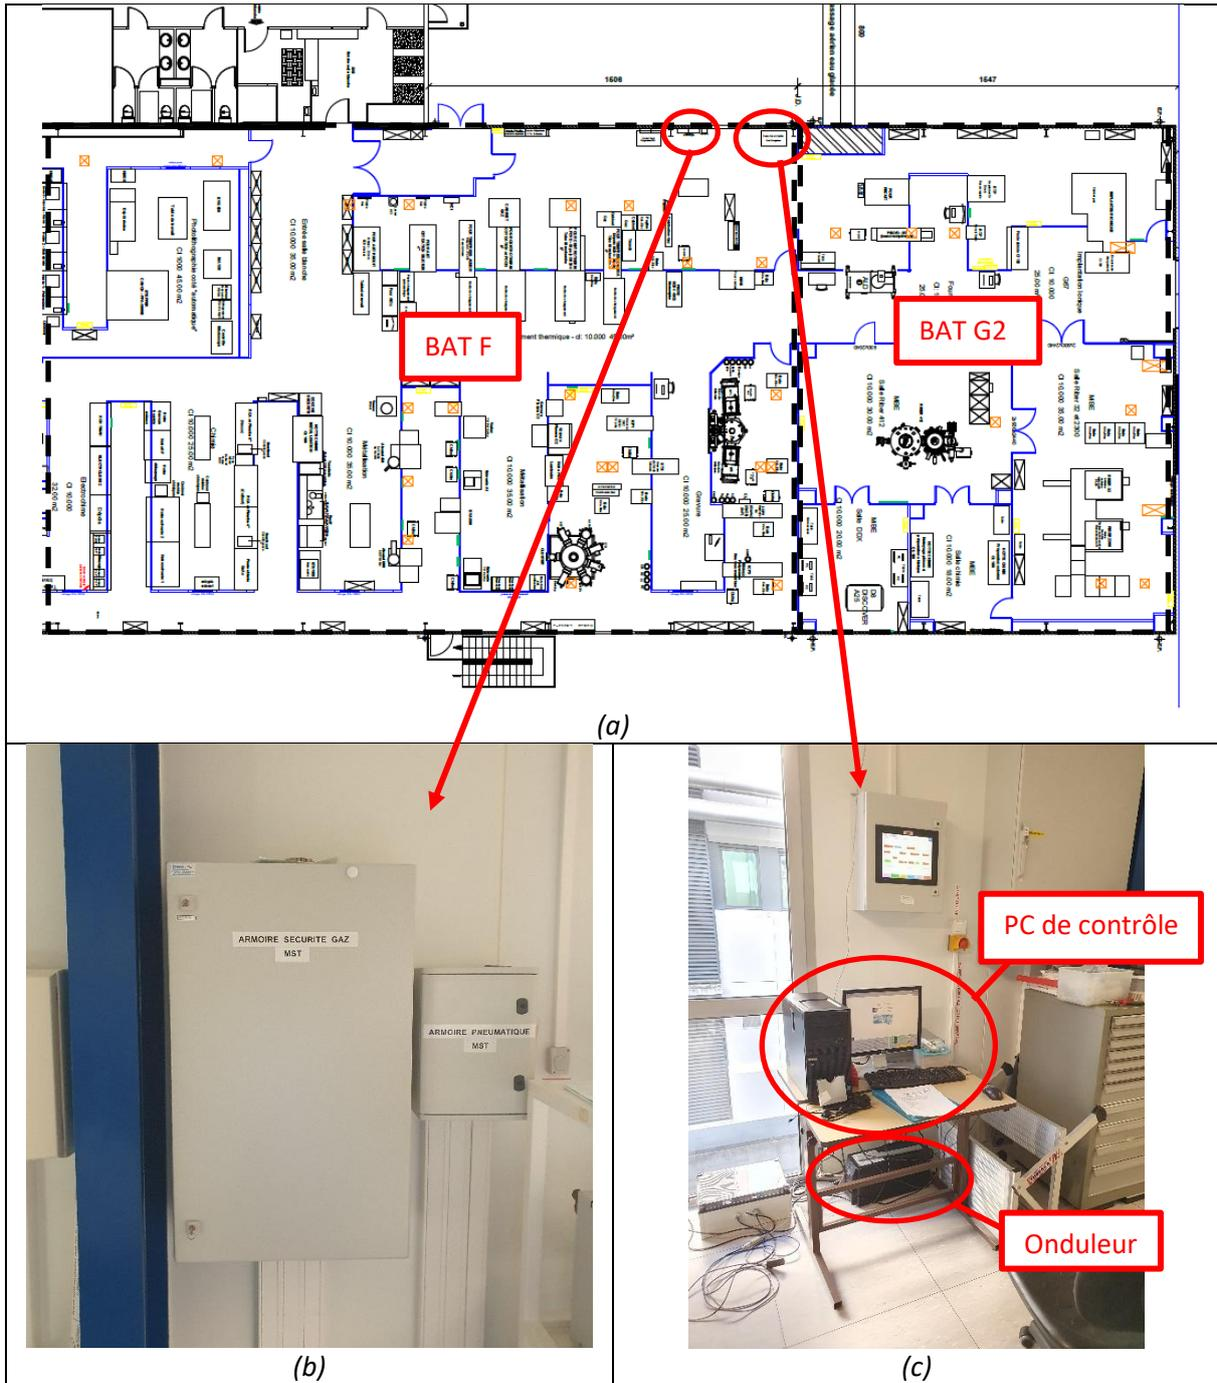
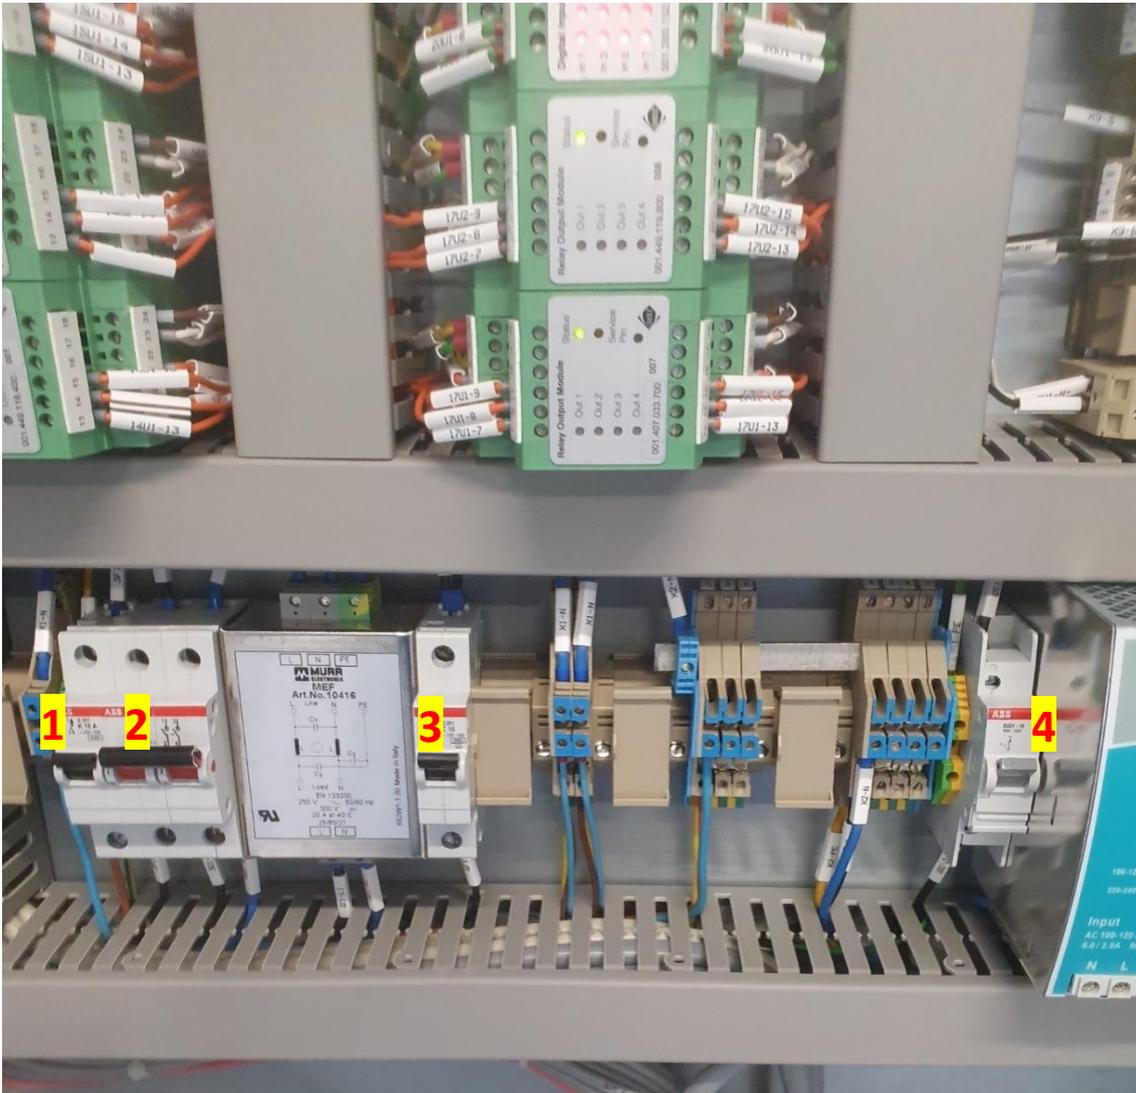

Figure 2: Plan de la salle blanche (a), localisation de l'armoire de sécurité (b) et du PC de contrôle (c)
Figure 3 : Armoire électrique « MST1 »
Le poste de commande et de contrôle ainsi que l'armoire électrique de sécurité gaz sont situés dans le doigt gris du bâtiment F derrière le bâti de dépôt ECR-PECVD (Figure 2)
2.1 Dans l'armoire électrique (Figure 2-b et Figure 3)
- Actionner en position marche le disjoncteur noir (1)
- Actionner en position marche le disjoncteur rouge (2)
- Actionner en position marche l'onduleur UPS (bouton I) (Figure 2-c)
- Actionner en position marche le disjoncteur noir (3)
- Actionner en position marche le disjoncteur gris (4)
2.2 PC de contrôle (figure 2-c)